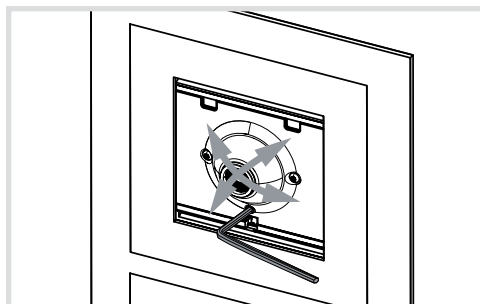

Figura 11: orientamento della telecamera modulo video
(15) Apertura per lo smontaggio
- Svitare la vite di fissaggio (2) per la telecamera con la chiave a brugola fornita in dotazione da 1,5 mm (figura 11 o 12).